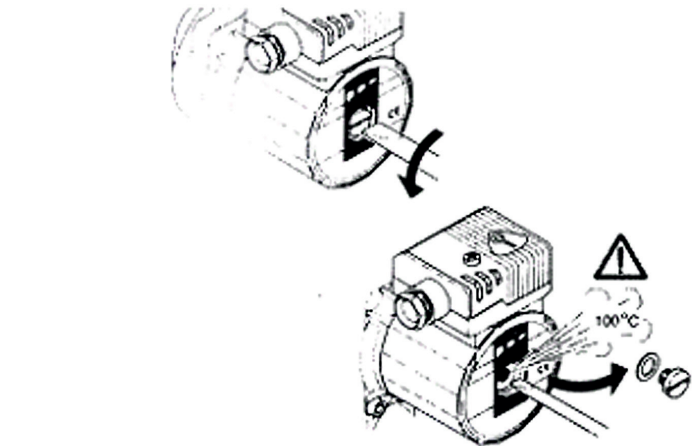

Рис. 7
5. Осторожно отвернуть винт для удаления воздуха (рис. 7);